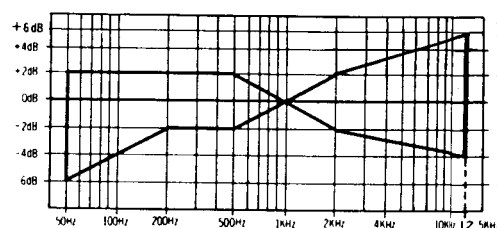

Fig. 14
8. Testband QZZCRX einlegen, und Signale von 50 Hz, 100 Hz, 200 Hz, 500 Hz, 1 kHz, 4 kHz, 8 kHz, 10 kHz und 12,5 kHz aufzeichnen; Anschliessend die Signale wiedergeben und prüfen, ob die Kurve innerhalb des Bereichs liegt, der im Gesamtfrequenzgang-Diagramm für das CrO₂ Band dargestellt ist. (Fig. 14.)
9. Gerät auf Betriebsart "Metallband" schalten. Testband QZZCRZ einlegen und Signale von 50 Hz, 100 Hz, 200 Hz, 500 Hz, 1 kHz, 4 kHz, 8 kHz, 10 kHz und 12,5 kHz aufnehmen. Anschliessend die Signale wiedergeben und prüfen, ob die Kurve innerhalb des Bereichs im Gesamtfrequenzgangdiagramm für Metallband liegt. (Fig. 14.)